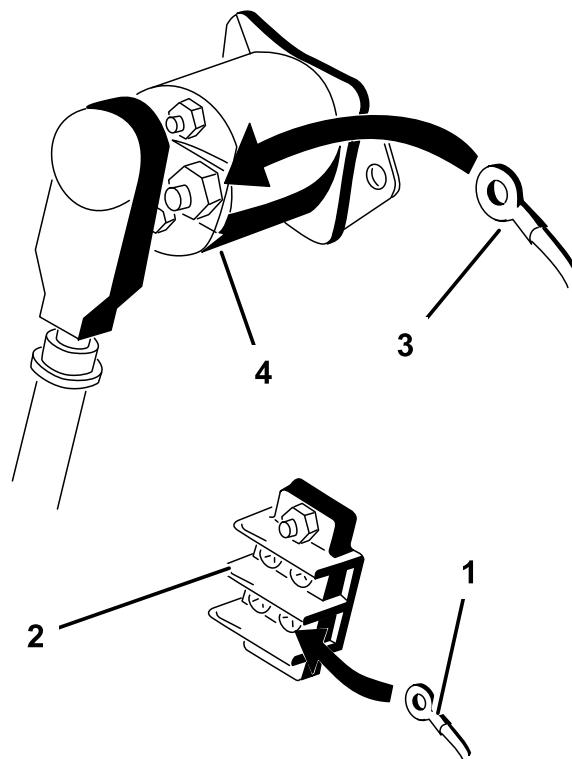

Bild 19
- Schließen Sie den mit Erde beschrifteten Ring an den schwarzen Draht am Erdungsterminal an (Bild 19).